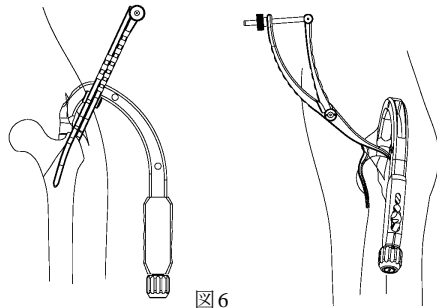

図6
- 4) 鉗子での整復位保持状態でエントリーホールの開窓を行い，ネイルを挿入します。（図 6）